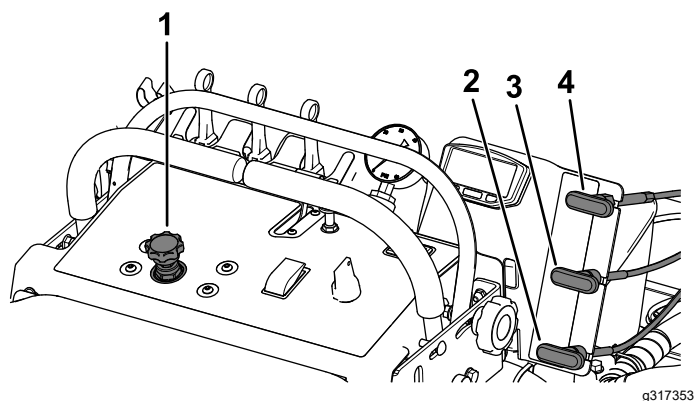

Figure 30
2. Tournez la commande de vitesse de la turbine pour démarrer le moteur de la turbine (Figure 30).